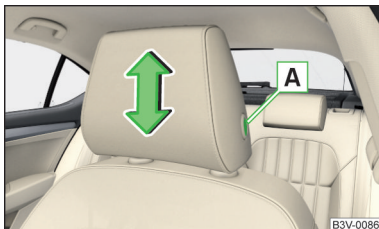

Abb. 73
- › Zur **Höheneinstellung** die Sicherungstaste **A** halten und die Stütze in die gewünschte Richtung verschieben » **Abb. 73**.